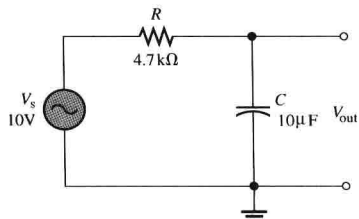

图 10-79
37. 假设图 10-79 中电容漏电严重, 请说明这种退化如何影响输出电压和相位角, 假设漏电阻为 $5\text{k}\Omega$, 频率为 10Hz 。